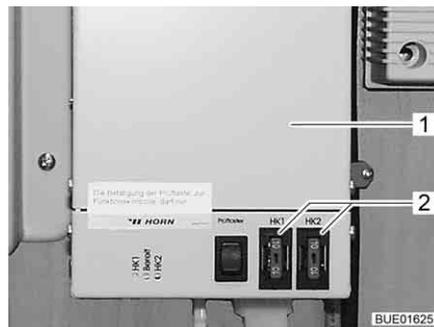

Fig. 130 Regulador de la calefacción para las tuberías de aguas residuales
Los fusibles se encuentran sobre el regulador (Fig. 130,1).
- Cambiar el fusible (Fig. 130,2).